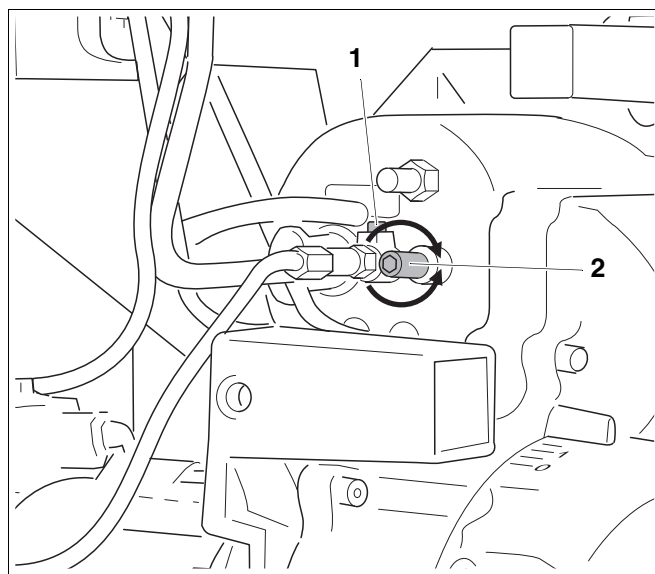

Рис. 18 Регулировка положения распределительного диска
Положение распределительного диска относительно выхода трубы горелки определяется размером Y (см. рис. 4 "Размеры запального электрода, распределительного диска и дросселя", стр. 8). Положение может быть отрегулировано ходовым винтом (рис. 18, поз. 2):
- Ослабить зажим стержня форсунки (установочным винтом рис. 18, поз. 1).